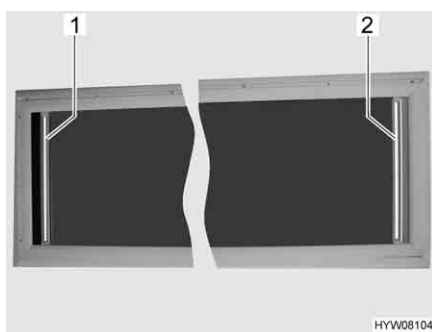

Fig. 26 Finestra apribile sul tetto
- Afferrare la tendina oscurante pieghevole (Fig. 26,2) per la parte centrale della barra di presa, estrarla e rilasciarla nella posizione desiderata. La tendina oscurante pieghevole rimane in questa posizione.
- Afferrare la tendina oscurante pieghevole (Fig. 26,2) per la parte centrale della barra di presa e spingerla lentamente nella posizione iniziale.
- Afferrare la protezione contro gli insetti (Fig. 26,1) per la parte centrale della barra di presa, estrarla e rilasciarla nella posizione desiderata. La protezione contro gli insetti rimane in questa posizione.